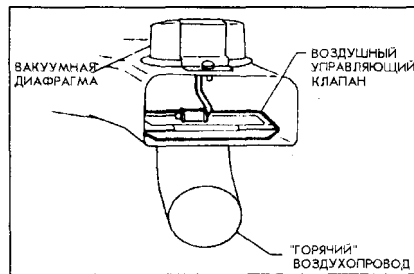

Рис. 3-76.
2. Проверьте систему АТС на правильность функционирования при холодном двигателе. Проверьте положение управляющего воздушного клапана. Клапан должен находиться в нижнем положении (рис. 3-76).